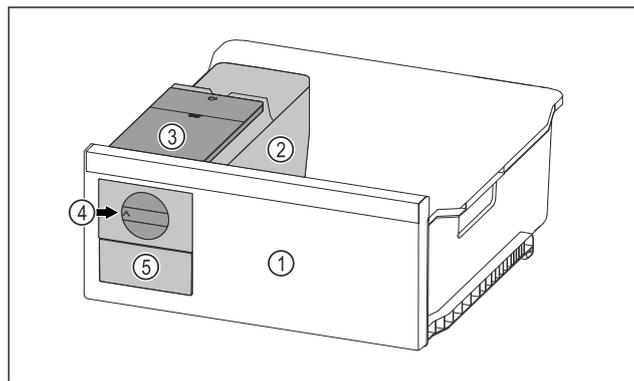

Fig. 84 Representación a modo de ejemplo
- ▶ Girar el botón giratorio Fig. 84 (4) en el sentido de las agujas del reloj hasta el tope.
- ▷ Los cubitos de hielo caen de la cubitera al compartimento de cubitos de hielo Fig. 84 (5).